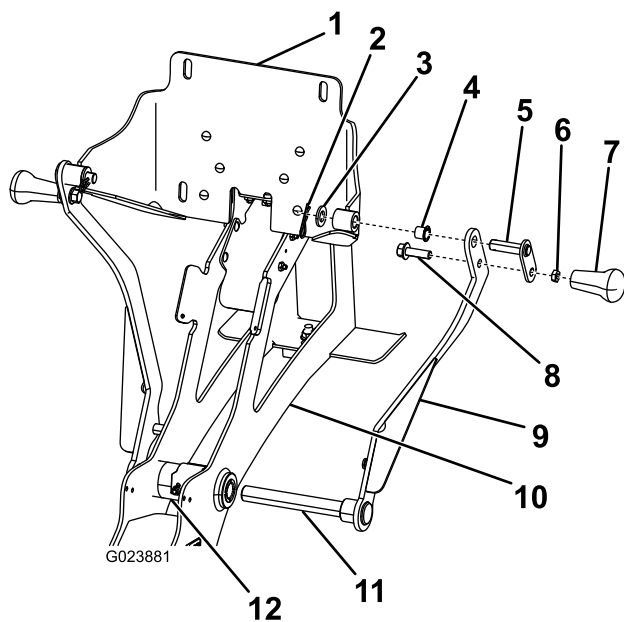

Figura 5
8. Inserte el eje del brazo de sujeción derecho en el buje (Figura 5).
13. Sujete el asa a la chapa trasera con una arandela plana y un pasador de horquilla, según se muestra en Figura 5.